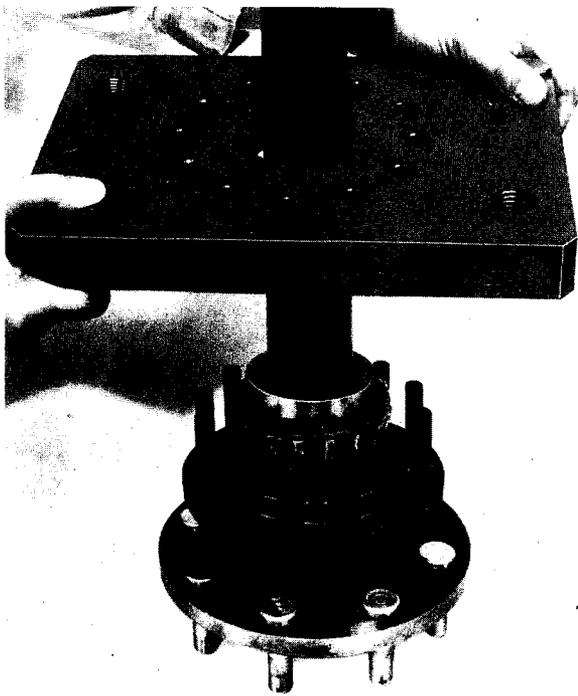
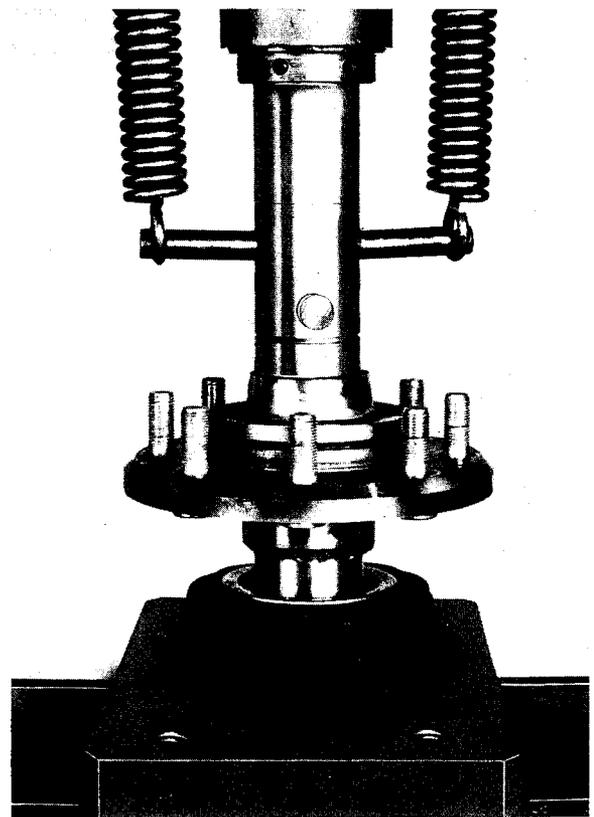

Fig. 9
Fig. 10
- 5° Mettre en place suivant la figure 9 l'outil MARA et placer l'ensemble sous la presse pour la mise en place du roulement (fig. 10).